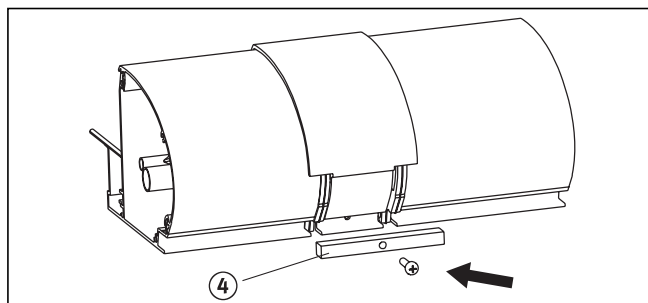

Abb. 8.9 Sicherungsvierkant montieren
- Schieben Sie den Sicherungsvierkant (Abb. 8.9, Pos. 4) in die Befestigungsprofile des rechten und linken Kollektors ein.